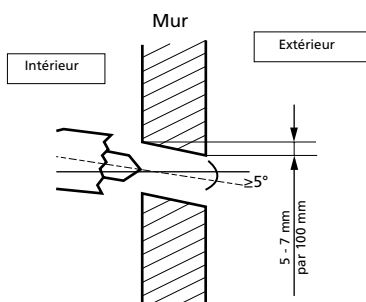

Fig. 10
- Déterminer la position des trous en fonction du diagramme illustré à la Fig. 9. Percer un trou en inclinant légèrement vers le bas (côté extérieur) afin d'éviter la pénétration d'eau vers l'intérieur (fig. 10).